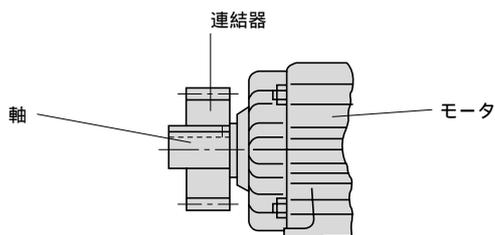
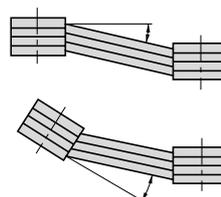

図3
図4
(2) チェーン・スプロケット、ギヤを使用する場合
- ・スプロケットやギヤの荷重作用点が軸中央よりモータ側へくるようにしてください。(図3参照)
(3) Vベルトを使用する場合
- ・両プーリ間の平行度、偏心度は20'以内としてください。(図4参照)